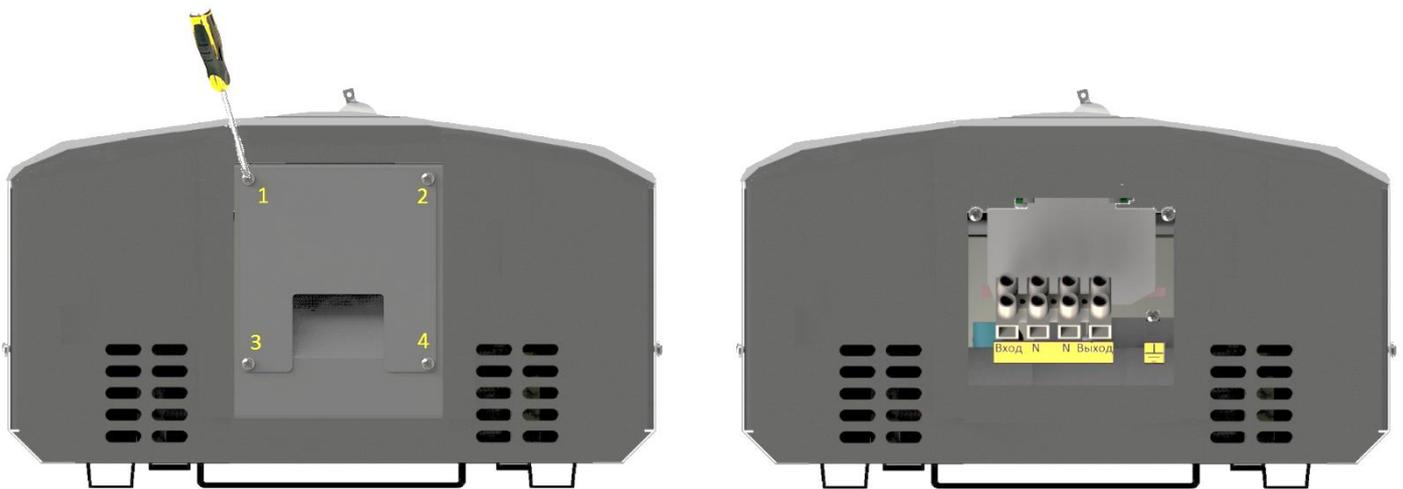

Рисунок 13. Схема зняття захисної кришки знизу корпусу стабілізатора
2. За допомогою викрутки відкрити 4 гвинти захисної кришки з нижньої частини стабілізатора для доступу до клемної колодки (див . рисунок 13).